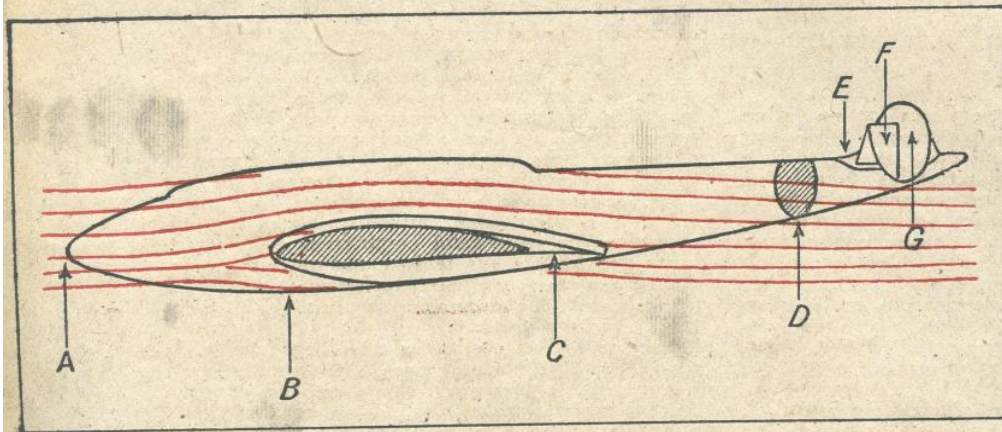

FIG. 10. — L'AMÉLIORATION DES FORMES GÉNÉRALES DE L'APPAREIL
La figure 10 (1) schématise les principaux résultats obtenus depuis quelques années, tant en France qu'à l'étranger, à la suite des recherches entreprises sur les formes générales de l'appareil.